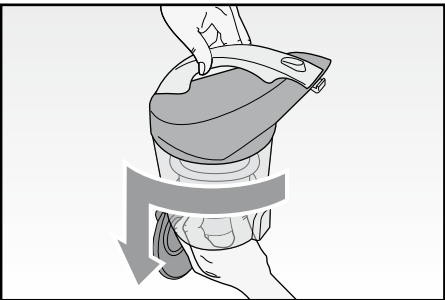

Fig. 8
- Per una pulizia completa del contenitore (A) è necessario smontarlo in ogni sua componente, operando come di seguito descritto:
- rimuovere il filtro completo ruotandolo in senso orario (Fig. 8);